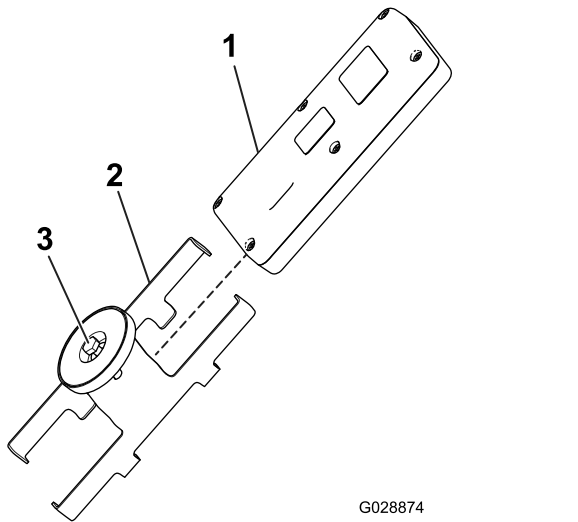

Figure 25
1. Desserrez le boulon dans l'aimant du support magnétique de la télécommande (Figure 25).
2. Écartez les côtés du support et retirez la télécommande (Figure 25).
8. Placez la télécommande portable dans le support magnétique, réunissez les deux moitiés pour fixer la télécommande et serrez le boulon dans l'aimant (Figure 25).